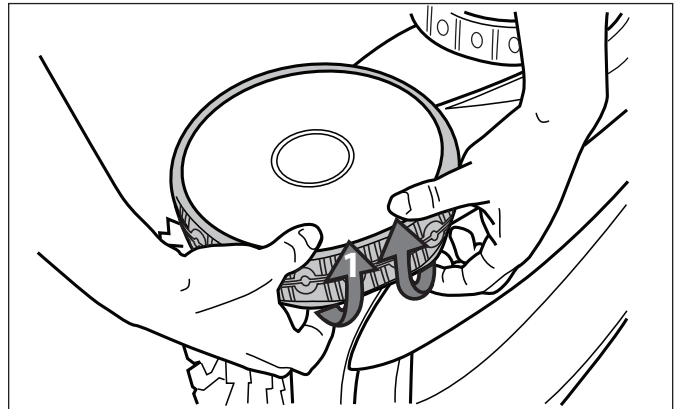

Figura 31. Tire del neumático nuevo por encima de la rueda
- Con los dedos, hale el interior del neumático viejo, para retirar el borde del neumático de la rueda (Figura 31).